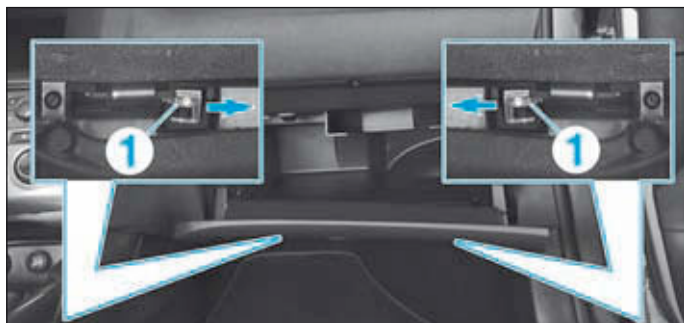

FIG.13
- Déposer les goupilles (1) (Fig.13).